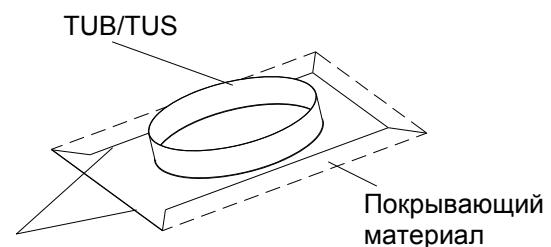

Рис. 3
4. Изолируйте всестыки подходящим герметиком во избежание попадания осадков, см. Рис.3 и 5.